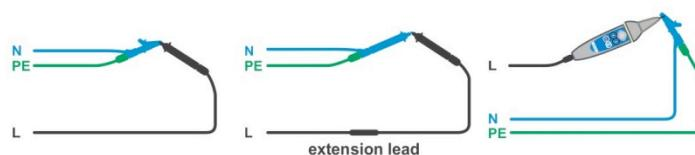

Рисунок 7.20: Замкнутые измерительные провода
- › Замкните накоротко тестовые кабели, см. **Рисунок 7.20: Замкнутые измерительные провода.**